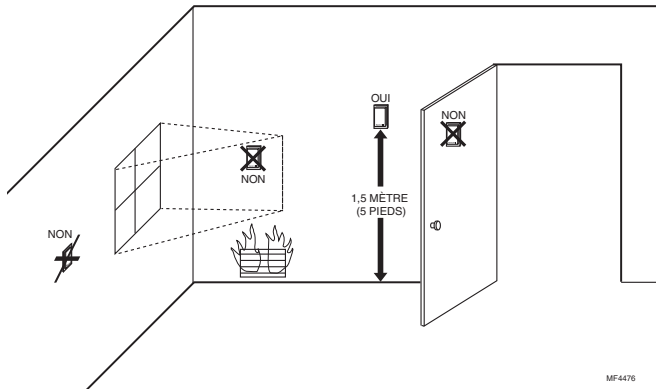

Fig. 27. Emplacement type d'un capteur de température intérieure C7189.
1. Choisir un emplacement (Voir la Fig. 27) sur un mur intérieur, à environ 1,5 mètre (5 pieds) du sol. On peut aussi utiliser une boîte de jonction verticale standard de 51 x 102 mm (2 x 4 po).
3. S'assurer que l'air circule bien à l'emplacement choisi, à une température moyenne. Éviter les emplacements suivants, qui pourraient causer des erreurs de détection de la température. Voir la Fig. 27.